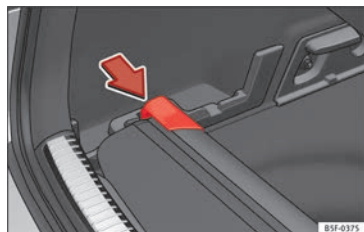

Fig. 170 Dans le coffre à bagages : logement pour ranger la plage arrière.
- Appuyez sur la tête de la plage arrière enroulable dans le sens de la flèche jusqu'à l'insérer dans le logement prévu à cet effet » **fig. 170**.